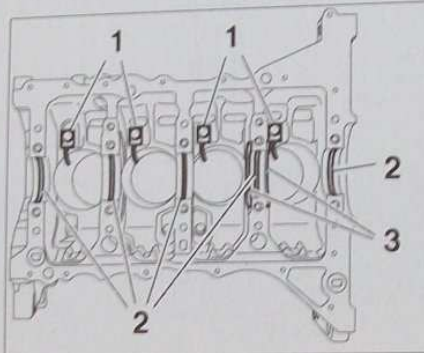

FIG.40
- Reposer les gicleurs de fond de pistons (1) (Fig.40).
- Monter dans le bloc-cylindres les coussinets (2) rainurés, huilés, suivant la classe déterminée pour chaque tourillon.
- Placer de chaque côté du palier n°2 (côté volant moteur), les cales de réglage (3) du jeu axial avec la face rainurée côté vilebrequin.